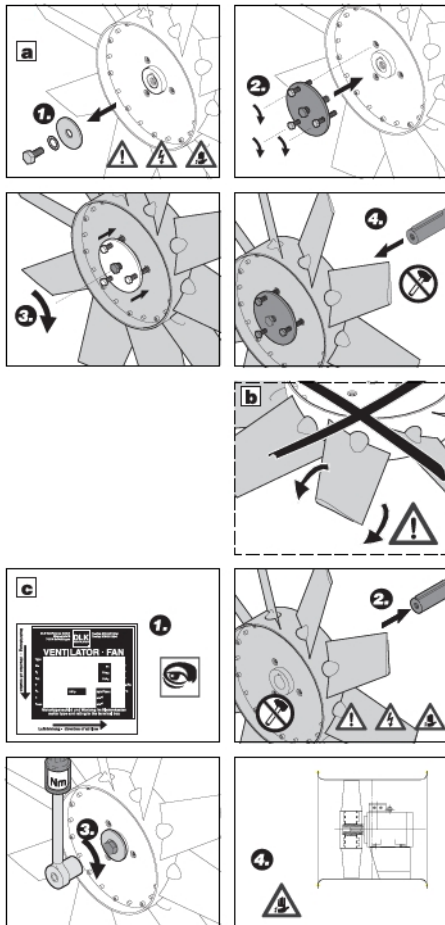

Abb. 6: Wartung von Laufrad und Gehäuse
a) Laufrad abmontieren (siehe Abb. 6)
① Laufrad-Befestigungsschraube herausdrehen.
② Abziehvorrichtung mit drei Sechskantschrauben auf Laufradnabe schrauben.
③ Laufrad mit Sechskantschraube von der Welle abdrücken.
④ Laufrad abziehen.
b) Flügelwinkel (siehe Abb. 6)
c) Laufrad montieren (siehe Abb. 6)